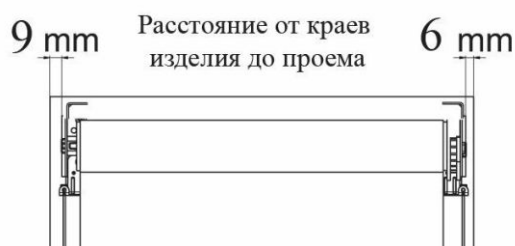

Рис.2. Зазор между изделием и проемом
2. при монтаже изделия с боковой фиксацией в проем необходимо, чтобы между краем изделия и проемом со стороны управления оставался зазор не менее 6 мм, а с другой стороны – не менее 9 мм (Рис.2).